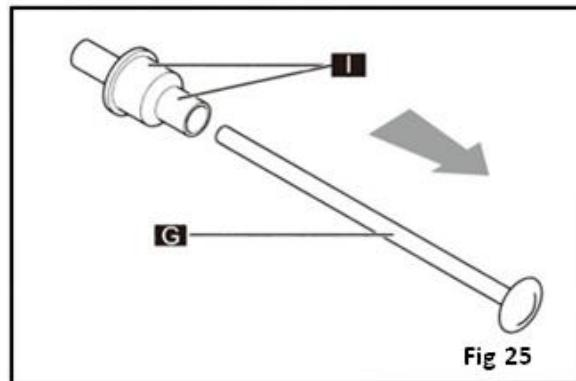

Fig 25
- Staccare l'asta (G) dal gruppo perno/guarnizione (I) (Fig. 25).